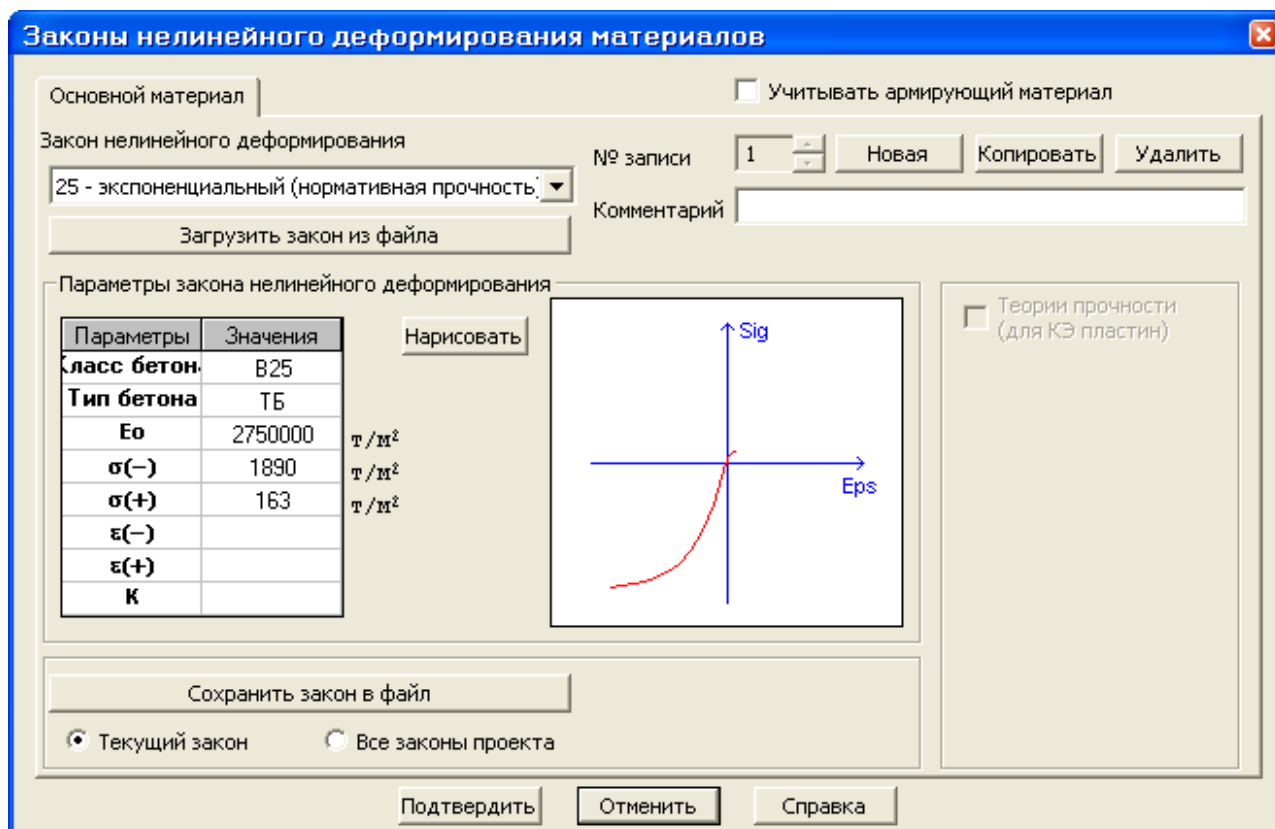

Рис.7.13. Диалоговое окно **Законы нелинейного деформирования материалов** для основного материала
- Для задания материала щелкните по кнопке **Параметры материала**. Вызывается диалоговое окно **Законы нелинейного деформирования материалов** (рис.7.13).